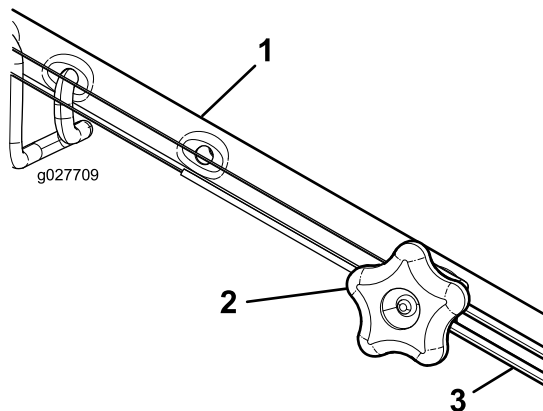

Figure 40
- Tournez le bouton de réglage dans le sens antihoraire pour desserrer le réglage du câble (Figure 40).
- Ajustez la tension du câble (Figure 40) en le tirant en arrière ou en le poussant en avant puis en le maintenant à cette position.